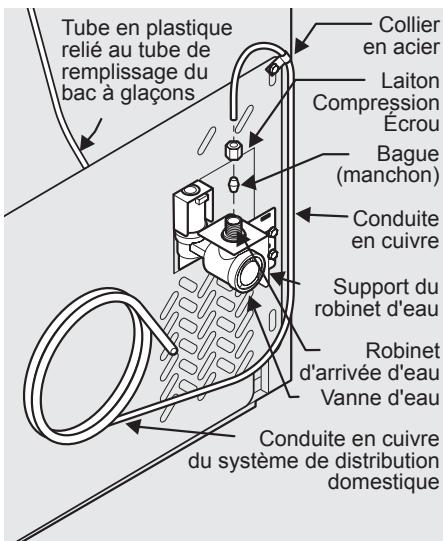

Figure 1
4. Si vous utilisez une conduite en cuivre – glissez l'écrou de compression en cuivre, puis la bague d'extrémité (manchon) sur la conduite d'alimentation. Poussez la conduite aussi loin que possible dans la valve d'entrée d'eau (6,4 mm ou $\frac{1}{4}$ po). Glissez la bague de serrage (manchon) dans la valve d'entrée et serrez l'écrou de compression à la main sur la valve. Serrez d'un autre demi-tour à l'aide d'une clé; ÉVITER de trop serrer. Voir la Figure 1.